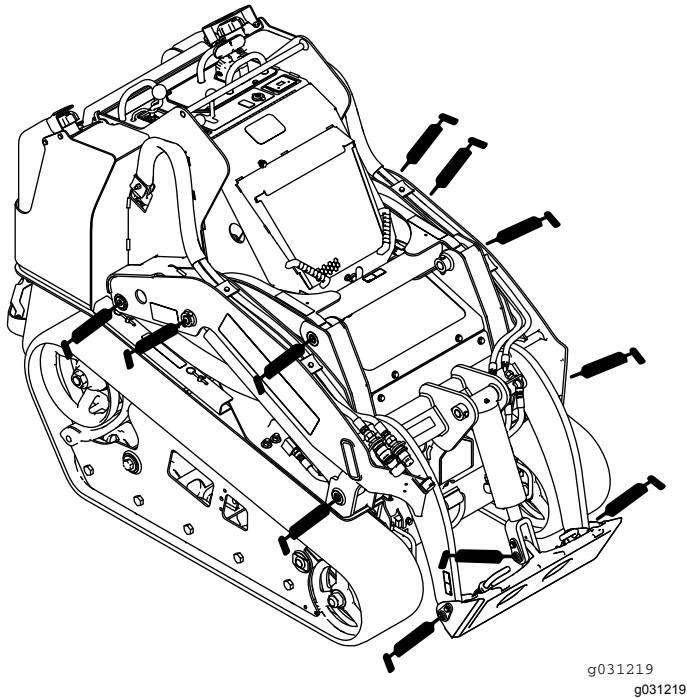
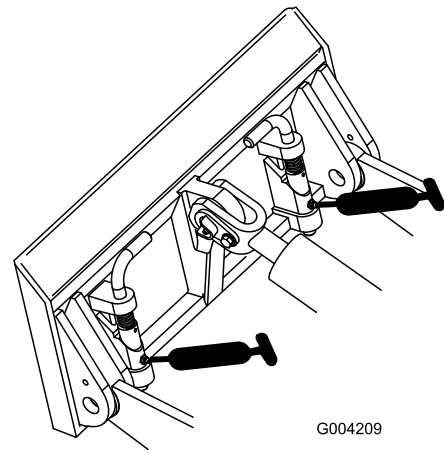
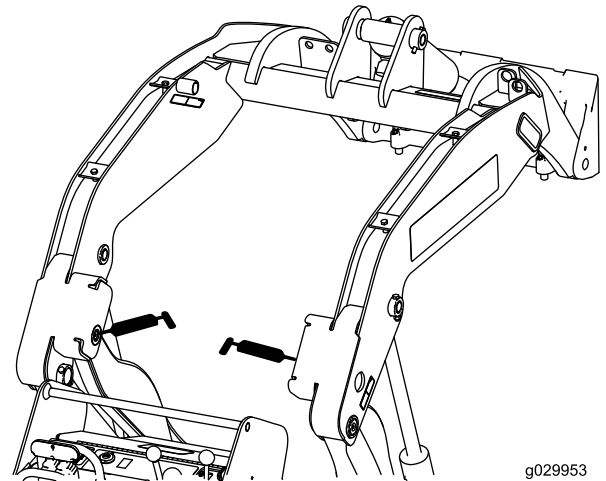

Figure 44
Figure 45
Figure 46
3. Raccordez une pompe à graisse à chaque graisseur (Figure 44, Figure 45 et Figure 46).
Remarque: Élevez les bras de la chargeuse avant de graisser les graisseurs ; voir la Figure 46.